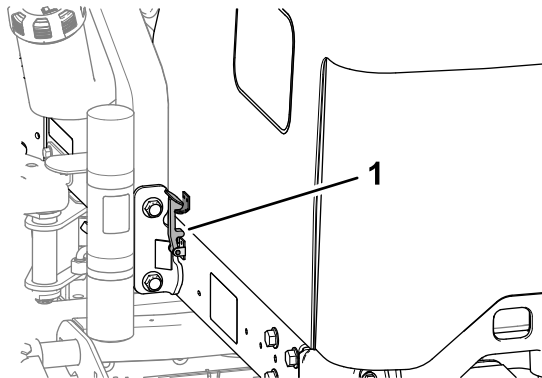

Figura 43
2. Gire el capó hacia arriba y hacia atrás (Figura 43).